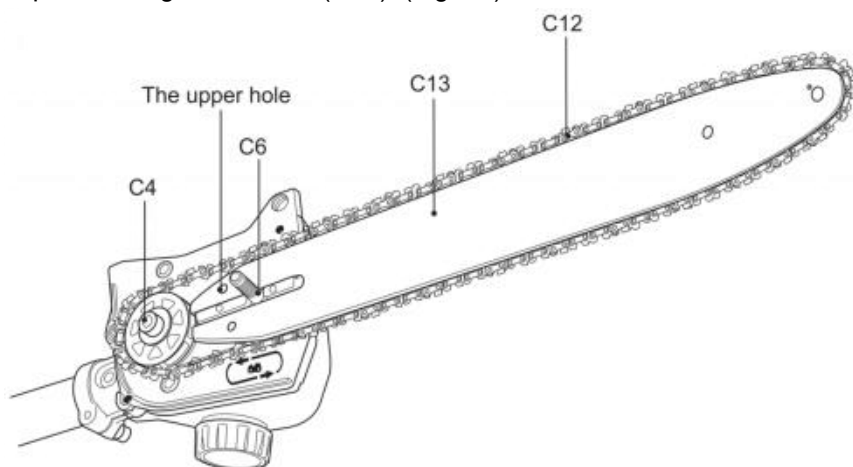

Fig. 10
6) Alignez la chaîne de scie (C12) et le guide-chaîne (C13) avec le pignon d'entraînement (C4) et le boulon de fixation (C6). Placez la chaîne (C12) autour du pignon d'entraînement (C4), puis abaissez le guide-chaîne (C13) pour le fixer au boulon (C6). Assurez-vous que la goupille de tension est insérée dans l'orifice supérieur du guide-chaîne (C13). (Fig. 10)